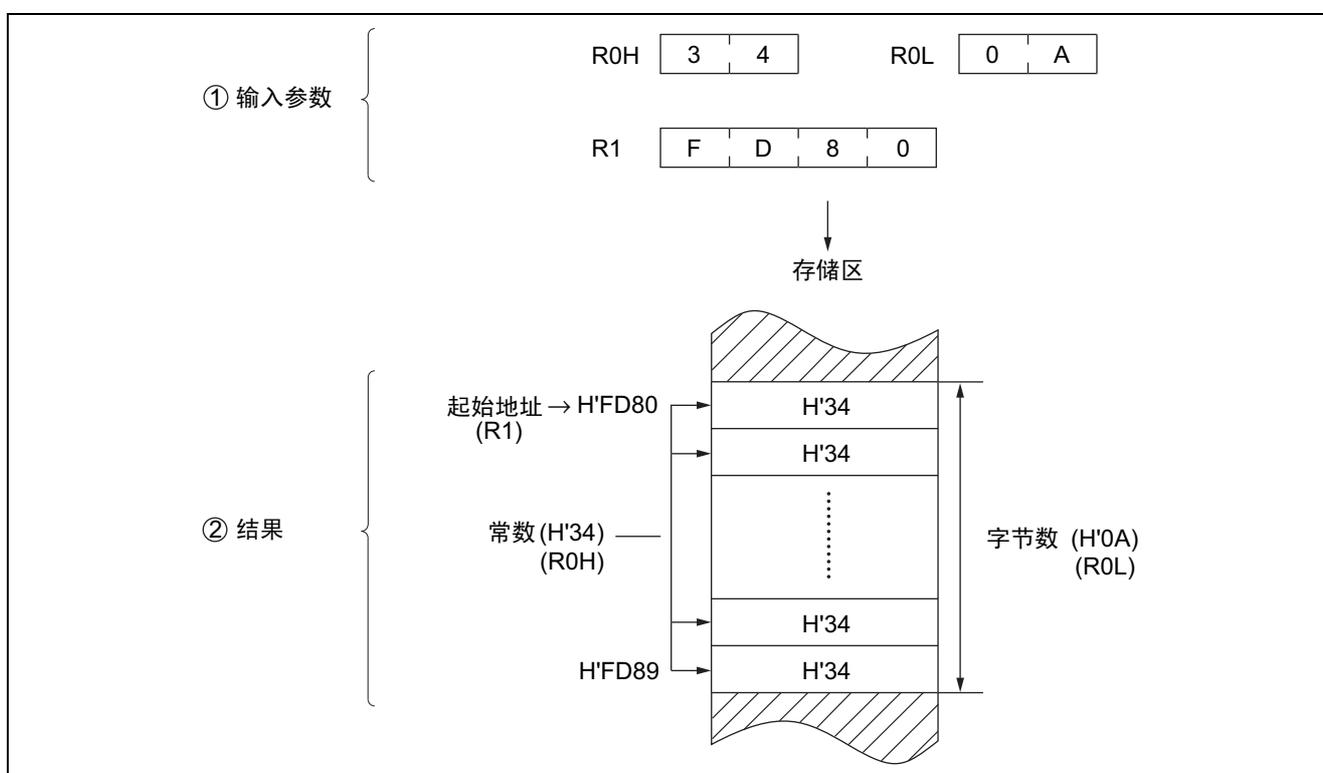

图 1-1 软件 FILL 的执行例子
(1) 参数的详细内容如下：
(2) 软件 FILL 的执行例子如图 1-1 所示。